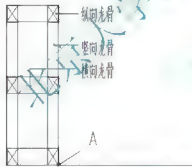

图 5.89 绘制垫层边线
(1) 启动【直线】命令,绘制混凝土垫层的边线,线的起点在图 5.89 所示的 A 处,线长 650mm,结果如图 5.89 所示。